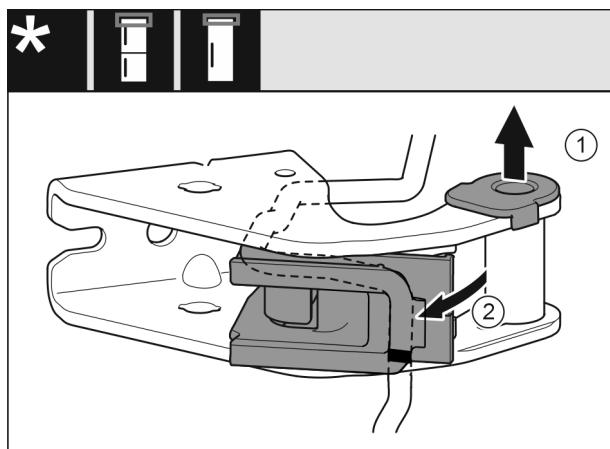

Fig. 14
- Izvucite čahuru ležaja iz vodilice. Fig. 14 (1)
- Zakrenite držač kabela prema van. Fig. 14 (2)